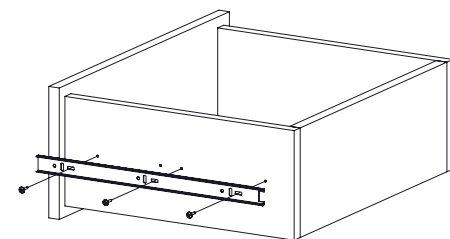

Рис.9
8. Внутренние планки телескопических направляющих закрепить на деталях 4, 5 шурупами 3,5x16 (Рис. 9). С помощью шурупа 4x40 прикрутить ручку на деталь 8.